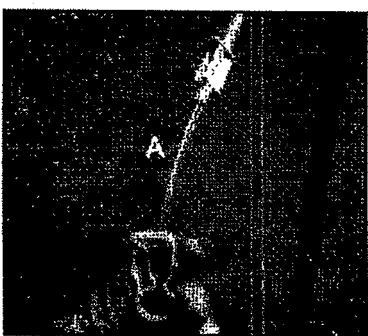

Fig. 4-20: Cierre del tubo de transferencia
Cierre un tubo de transferencia (A) con la pinza correspondiente (Fig. 4-20), habiendo retirado previamente la caperuza protectora de la espiga de perforación